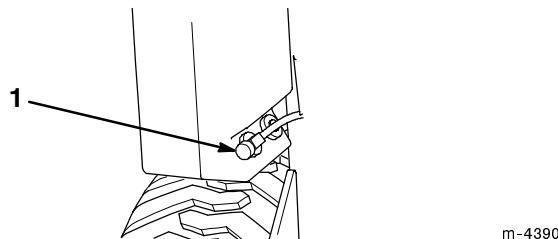

Abbildung 31
2. Den Kraftstoffhahn an der Unterseite des Kraftstofftanks schließen (Abb. 31).
8. Den Kraftstoffhahn an der Unterseite des Kraftstofftanks öffnen (Abb. 31).
3. Den Kraftstoffhahn an der Unterseite des Kraftstofftanks schließen (Abb. 31).